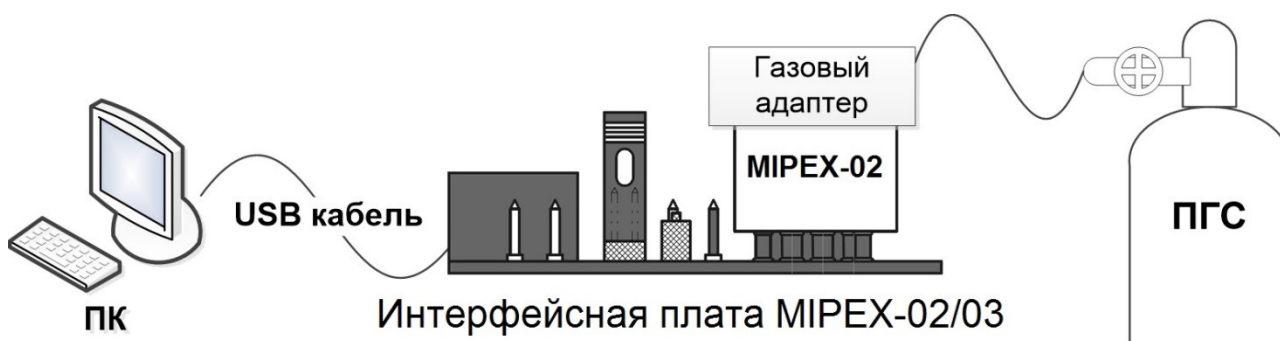

Рис. 16. Пример подключения датчика с помощью интерфейсной платы MIPEX-02/03
1. Установить связь с датчиком посредством UART интерфейса (пример с использованием интерфейсной платы MIPEX-02/03 ESAT.200200.00 изображён на Рис. 16; газовые адаптеры ESAT.200210.00 доступны по дополнительному запросу).